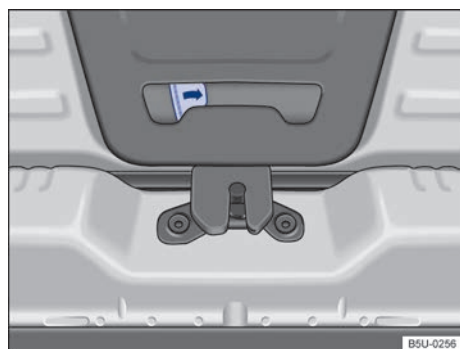

Fig. 158 Del lado de adentro del compartimento de equipaje: desbloqueo de emergencia de la tapa del compartimento de equipaje. ▶
- Desplazar la palanca de desbloqueo en el sentido de la flecha → fig. 158, para destrabar la tapa.